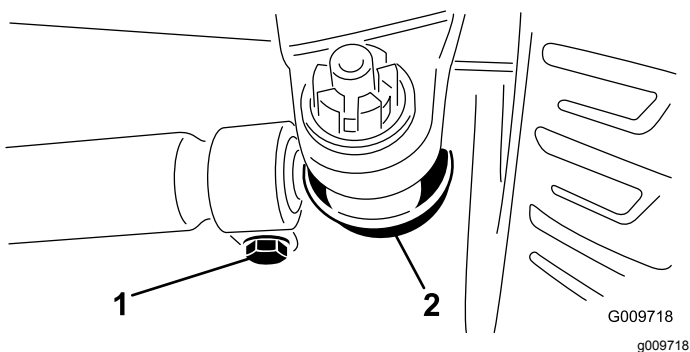

図 88
3. 調整が必要な場合は、タイロッドのボールジョイントのコッターピンとナットを外す 図 88。アクスルケースサポートからタイロッドのボールジョイントを外す。
4. タイロッド両側のクランプをゆるめる 図 88。